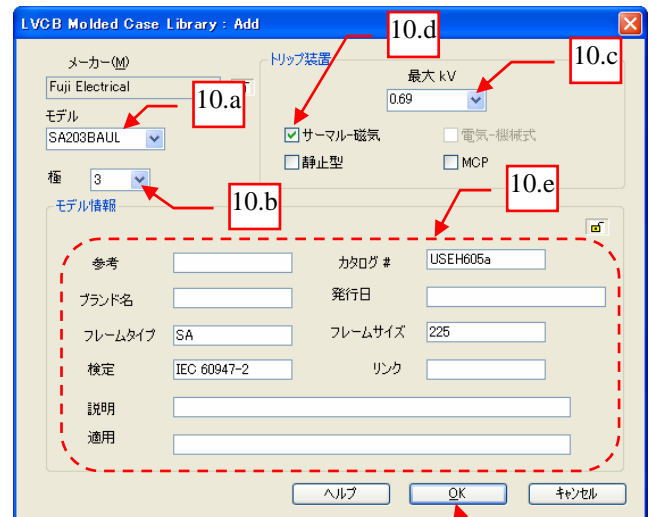

図 9
10. 次に表 1 の情報に基づき(1ページ参照)、“LVCB Molded Case Library: Add” ダイアログボックスに以下の通り入力します。 図 9 参照